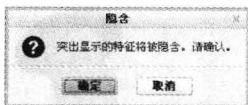

图 7-3 “隐舍”信息提示框
Step 03 弹出“隐含”信息提示框, 如图 7-3 所示。